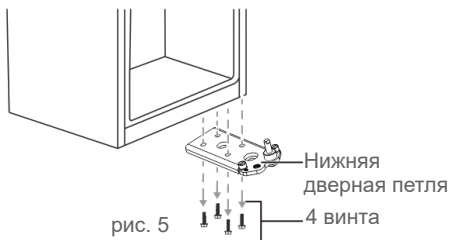

рис. 5
5. Снимите нижнюю петлю, вывернув из нее четыре винта (→ рис. 5).